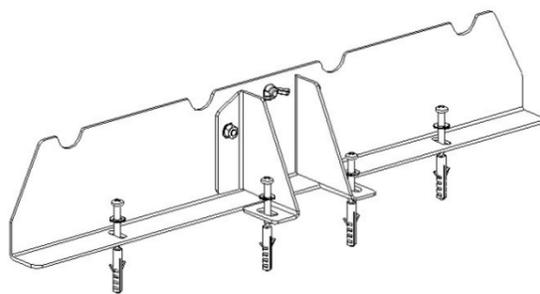

Figura 5
c) Marque el centro del Soporte Frontal y haga los agujeros usando una broca de widia (concreto)  $\text{Ø}6\text{mm}$ . Fijelo con los tacos y tornillos (incluidos) según la Figura 5.